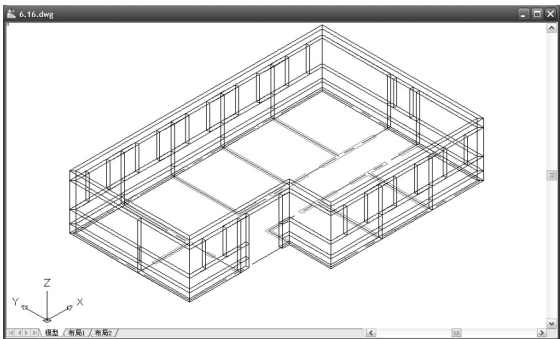

图 6.16 绘制窗上部墙体
(2) 在命令行输入“PL”后按 Enter 键, 启动【多段线】命令, 此时当前线宽仍为“240”。
① 在指定起点: 提示下, 捕捉宿舍楼的任一转角点。
② 在指定下一个点或 [圆弧(A)/半宽(H)/长度(L)/放弃(U)/宽度(W)]: 提示下, 依次捕捉宿舍楼的其他转角点, 最后在首尾闭合处输入“C”后按 Enter 键结束命令, 结果如图 6.16 所示。